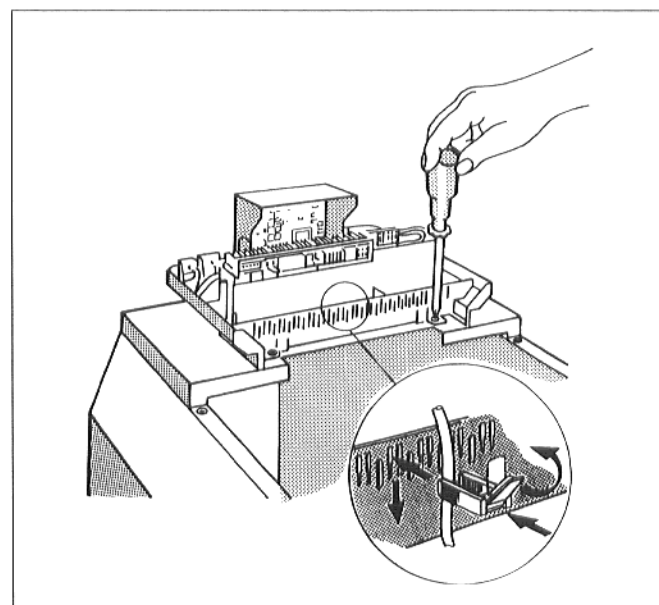

Fig. 16: Figura esplicativa
- Avvitare saldamente l'apparecchio di regolazione alla copertura caldaia anteriore con due viti (Fig. 16).
- Fissare tutti i cavi con gli appositi bracciali: inserire da sopra il bracciale con il cavo nelle feritoie del telaio portabracciali; la linguetta del fermo deve essere ora orizzontale. Spingere in basso nella feritoia il bracciale premendovelo a fondo, alzare la linguetta del fermo in posizione verticale (Fig. 16).